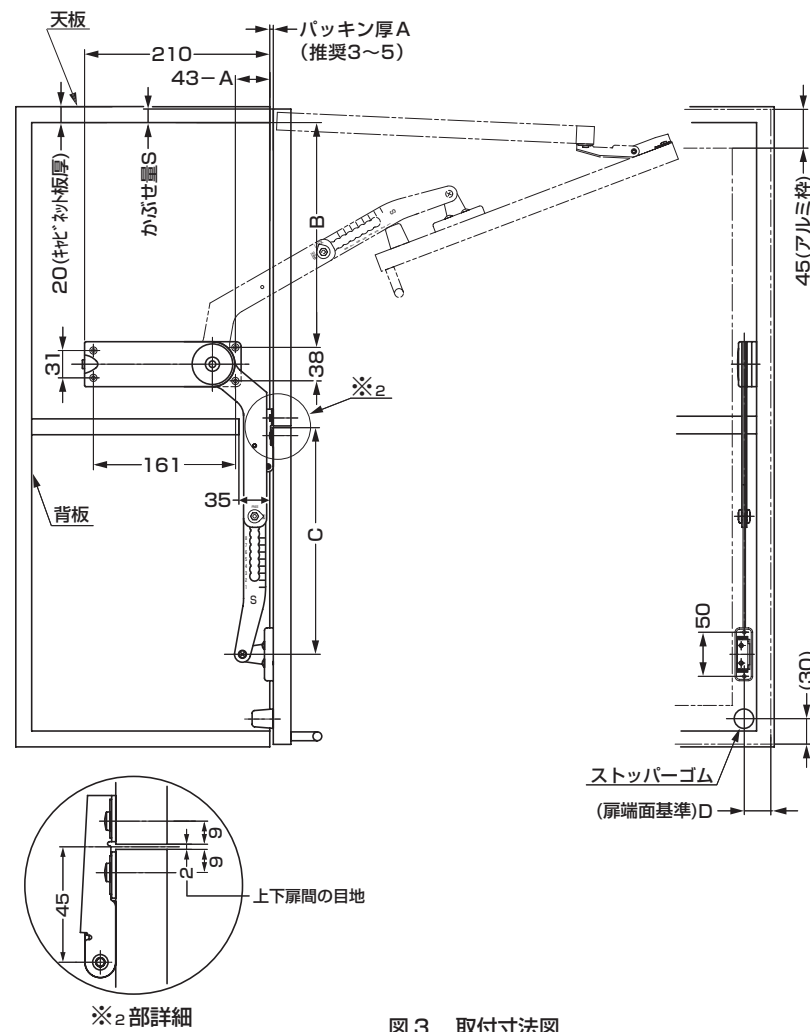
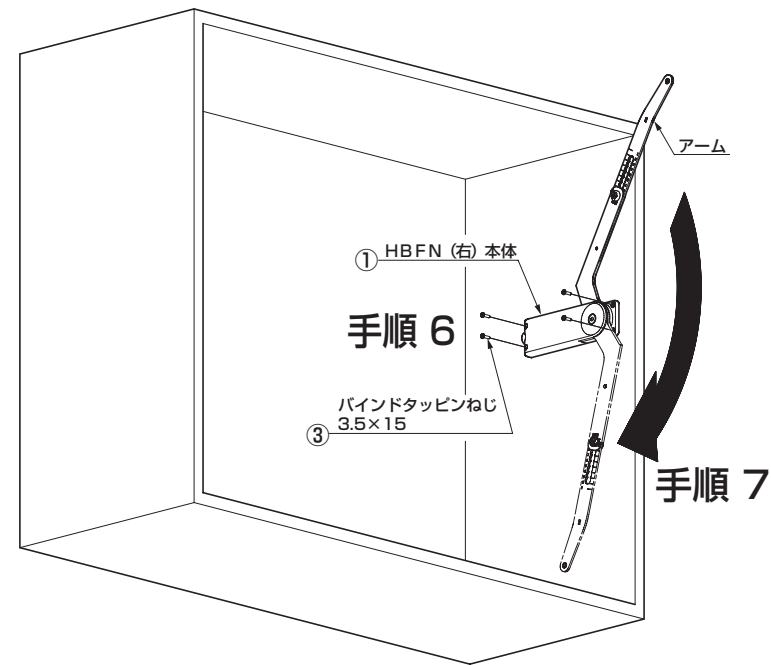

図3. 取付寸法図
図7. 本体取付図
手順6 扉高さによりアームの調整を行った HBFN 本体①をキャビネット内側の規定位置に合わせ (取付寸法は図3. 表2. をご参照ください。) 左用、右用ともにバインドタッピンねじ 3.5 × 15 ③で固定します。(図7.)
手順7 アーム部を下方に最後まで回転させます。(図7.)